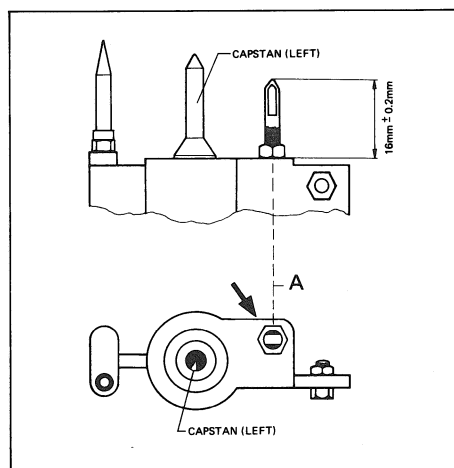

Fig. 3.1
- Die Anfräsungen [A] müssen horizontal justiert sein (Fig. 3.1).
- The milled surface [A] must be adjusted horizontally (Fig. 3.1).
- Les méplats [A] doivent être ajustés horizontalement. (fig. 3.1).